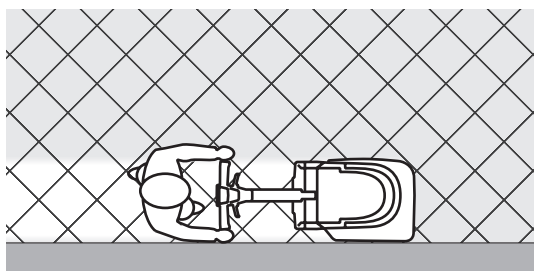

Figura 3
6. Pentru manevrarea utilajului, țineți mâinile pe butoane (6) și începeți operațiunea de frecare/uscarea a podelei.
*Butoanele (6) au senzori care permit pornirea periei și utilizarea soluției numai atunci când operatorul ține mâinile pe cel puțin unul dintre butoane.*
8. Pentru a colecta reziduurile de mărime medie, ridicați raclorul din față prin apăsarea manetei (7). Pentru ca raclorul din față să rămână ridicat, apăsați maneta (7) și blocați-o cu butonul (9-A).
9. Dacă este necesar, pentru a utiliza bara de ghidare și a o înclina, apăsați maneta (8) și blocați-o cu butonul (9-B).
*Pentru a debloca funcția butoanelor (9-A, 9-B) și a reveni la raclorul frontal coborât și la bara de ghidare fixată, apăsați scurt maneta raclorului (7) sau maneta de înclinare a barei de ghidare (8).*
10. Pentru podelele care prezintă urme de murdărie persistente, presiunea periei pe covor poate fi mărită prin rotirea butonului (19) spre stânga. Rotiți butonul (19) spre dreapta pentru a reduce presiunea.
*Pentru a curățare/uscarea adecvată a podelei la marginea pereților, Nilfisk recomandă apropierea de perete cu partea dreaptă a utilajului, conform ilustrației din figura 3.*